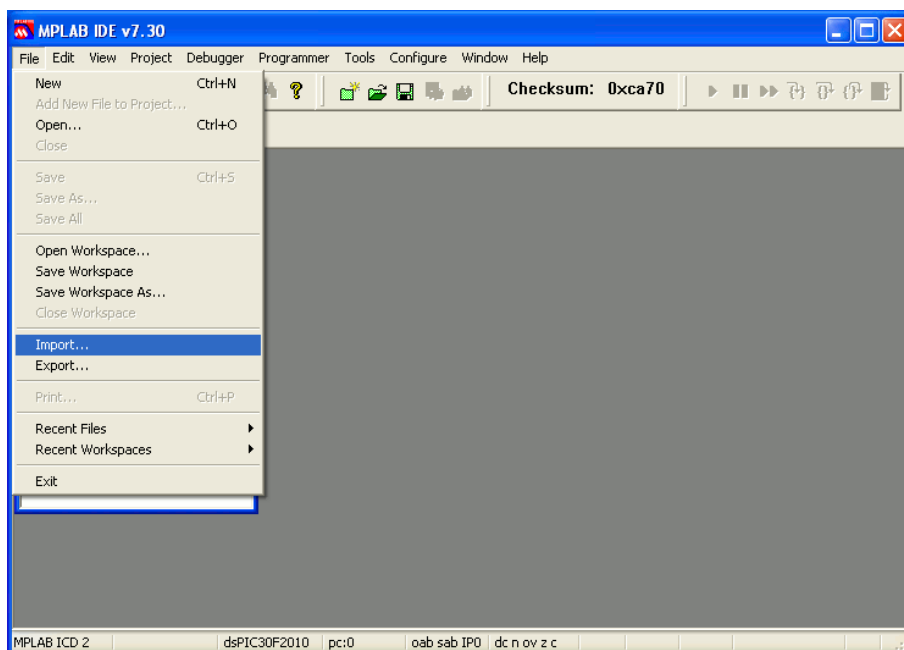

Figura 4.9: Scegliete "Import..." dal menu "File" per importare il file ELF prodotto da Eclipse.
9. Scegliete “Import...” dal menu “File”, come mostrato in Figura 4.9.